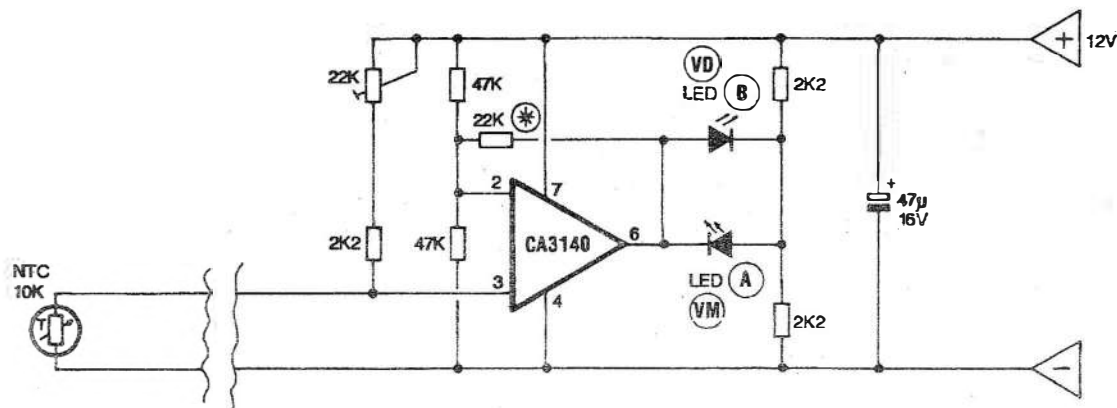

Fig. 1
- FIG. 1 - DIAGRAMA ESQUEMÁTICO DO CIRCUITO - No centro funcional do circuito temos um integrado amplificador operacional CA3140, trabalhando como comparador de tensão, em configuração elementar, bastante precisa e confiável... Tanto a entrada **inversora** (pino 2) quanto a saída (pino 6) utilizam como referência um *terra virtual*, correspondente a *meia tensão* da alimentação geral, valor este obtido, no primeiro caso, na junção do *totem* de resistores de 47K, e no segundo, pelos resistores *empilhados* de 2K2... O ganho geral é basicamente determinado pelo valor do resistor de realimentação (entre os pinos 6 e 2), de 22K, determinando uma *janela* de temperatura considerada como *normal*, de uns poucos graus... Se for desejado um *estreitamento* dessa *janela*, o valor do dito resistor pode ser alterado experimentalmente para mais... Já se for desejada uma *janela normal mais larga*, o dito resistor deve ter seu valor alterado para menos, também experimentalmente... A referência de *meia tensão* da alimentação, aplicada ao pino 2 do CA3140, é comparada com o momentâneo nível *visto* pela entrada **não inversora** (pino 3), que por sua vez recolhe sua informação no nó do divisor de tensão formado no seu ramo superior pelo conjunto-série determinado pelo resistor fixo de 2K2 e *trim-pot* (para calibração) de 22K) e, no seu ramo inferior,